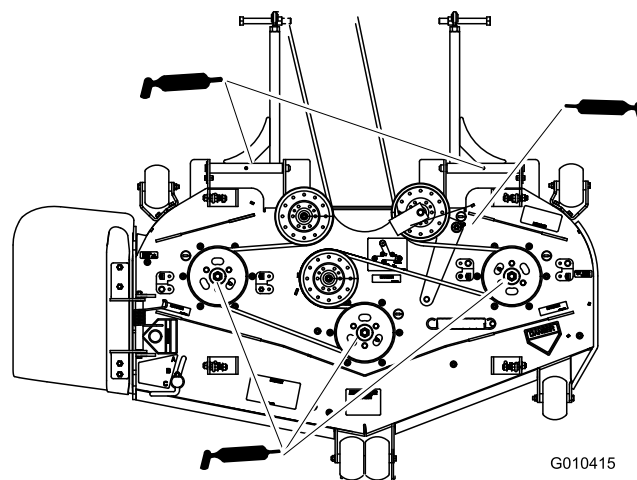

Figure 37
4. Graissez les roulements des trois axes jusqu'à ce que la graisse ressorte par les joints inférieurs (Figure 37).
5. Graissez le bras de la poulie de tension sur le plateau de coupe (Figure 37).
6. Lubrifiez les graisseurs des bras de poussée (Figure 37).